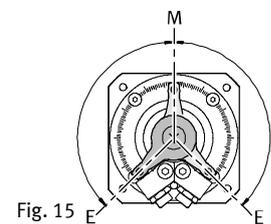

Fig. 15
- Registrare preferibilmente angoli simmetrici rispetto alla linea mediana M del DSM (Fig. 15). Una regolazione simmetrica dell'angolo assicura una maggiore omogeneità tra le oscillazioni nei due sensi.